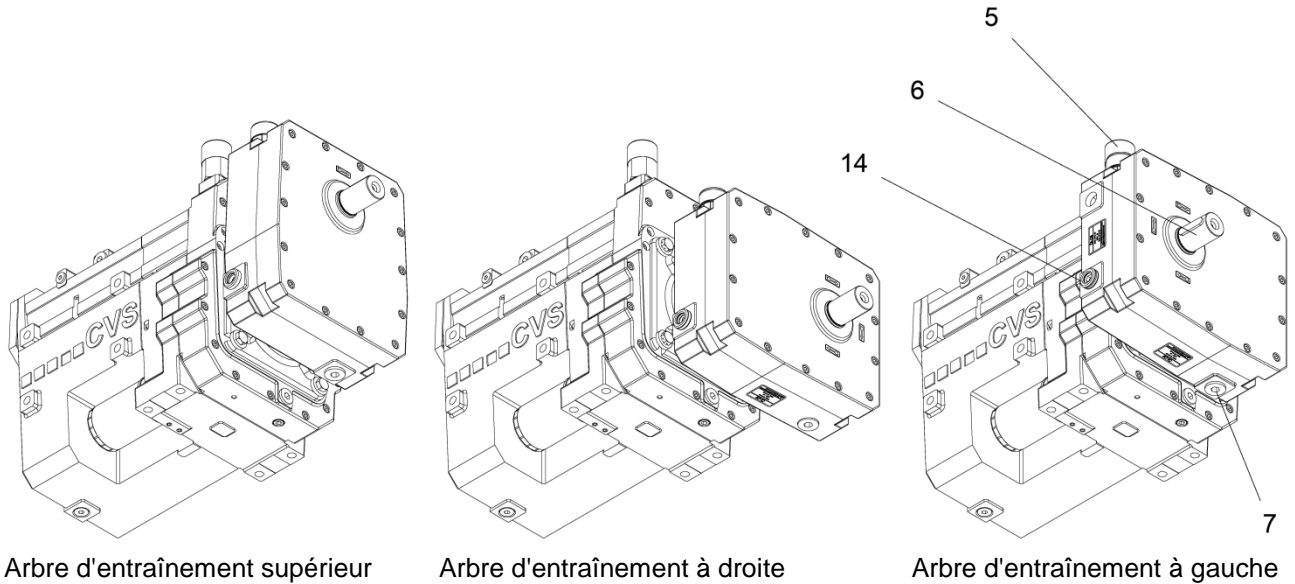

Fig. 8 : Variantes de montage pour réducteurs à engrenages, par ex. type LS
Ouvrir le bouchon de remplissage d'huile (Fig. 8, pos. 5) et la vis de vidange d'huile (Fig. 8, pos. 7), vidanger l'huile. Fermer les vis de vidange d'huile (Fig. 8, pos. 7) et remplissez d'huile fraîche jusqu'au bord supérieur du verre-regard d'huile (Fig. 8, pos. 14). Monter le bouchon de remplissage d'huile (Fig. 8, pos. 5).